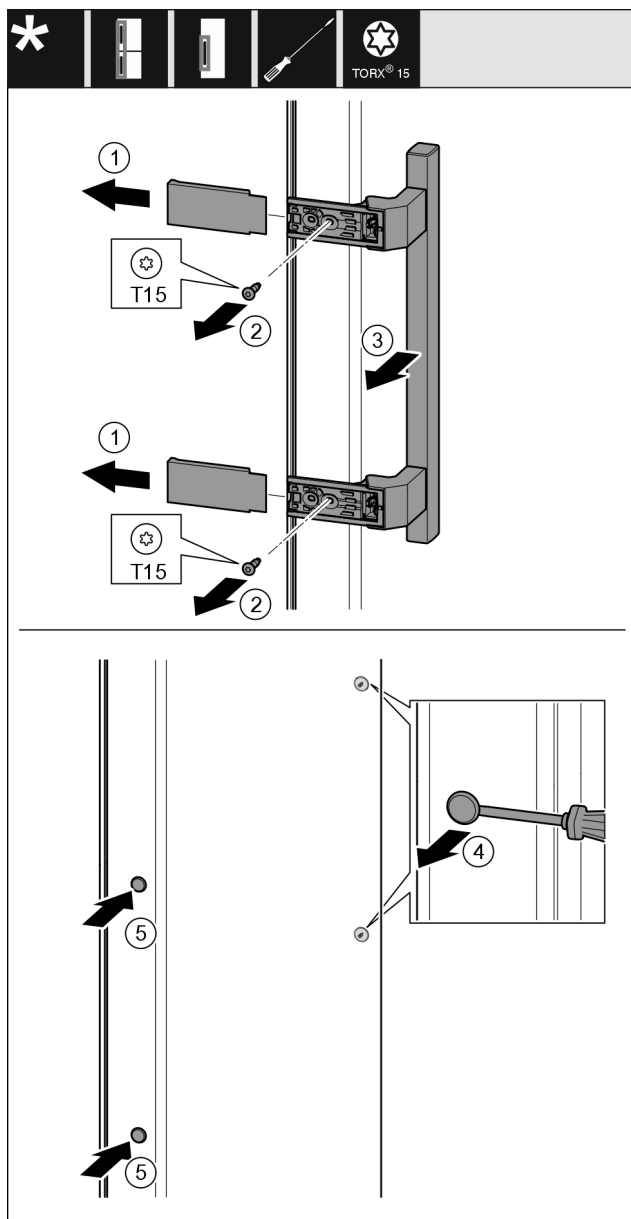

Fig. 21
- ▶ Togliere la copertura Fig. 21 (1).
- ▶ Estrarre le viti Fig. 21 (2) con un cacciavite.
- ▶ Rimuovere la maniglia Fig. 21 (3).
- ▶ Sollevare il tappo laterale Fig. 21 (4) con cautela con un cacciavite a intaglio ed estrarlo.
- ▶ Reinserire il tappo Fig. 21 (5) sull'altro lato.